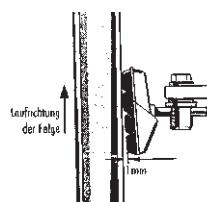

Abb. 2
■ Die Bremsbeläge sollten in einem Abstand von 1 mm unter der Felgenoberkante anliegen und leicht schräg zur Felge montiert werden (s. Abb. 2).